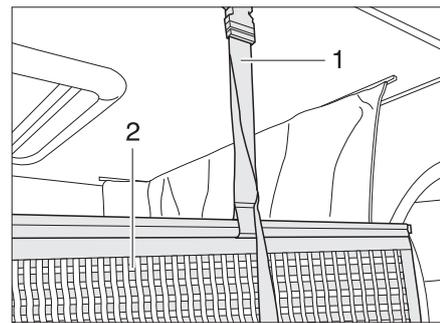

Bild 157 Halterung Sicherungsnetz
**Sicherungsnetz** Das Sicherungsnetz (Bild 157,2) mit den Haltegurten ist unter der Matratze verstaut. Das Sicherungsnetz erst aufspannen, wenn sich die Personen bereits im Hubbett befinden.
- Die Haltegurte (Bild 157,1) in die Halterungen an der Decke einrasten.